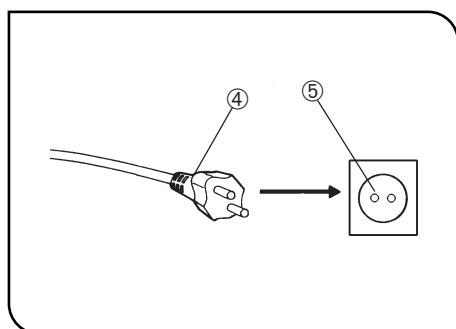

Abb. 6
2. Den Netzkabelstecker ④ in die Wandsteckdose ⑤ einstecken (Abb. 6).